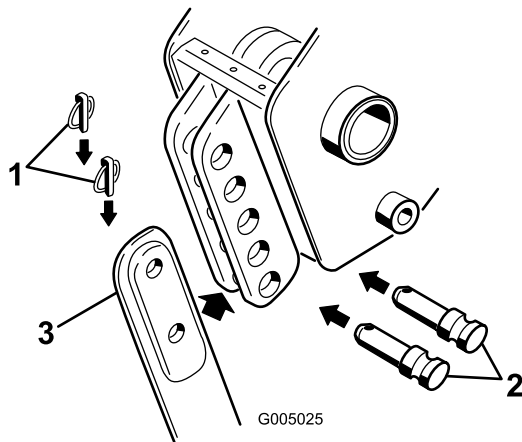

Figura 5
**Nota:** Per rimuovere completamente la lama, rimuovete l'acciarino e il perno con testa superiori e inferiori; fate riferimento alla Figura 5.
4. Rimuovete i 2 acciarini dai perni con testa nella staffa della lama, quindi rimuovete i perni con testa (Figura 5) e la lama esistente (se installata).
5. Fate scorrere la nuova lama nella staffa della lama e fissatela alla profondità desiderata (una modifica nei fori di montaggio cambia la profondità di 7,6 cm) utilizzando i perni con testa e gli acciarini rimossi in precedenza (Figura 5).